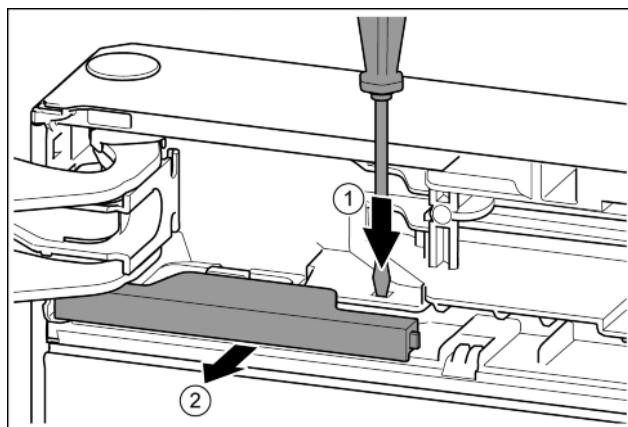

Fig. 10
- Нажать накладку шлицевой отверткой. Fig. 10 (1)
- Вынуть крышку из зацепления. Fig. 10 (2)